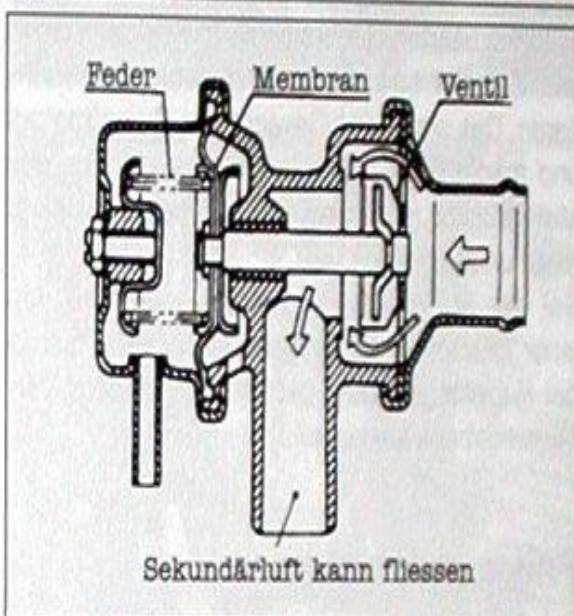
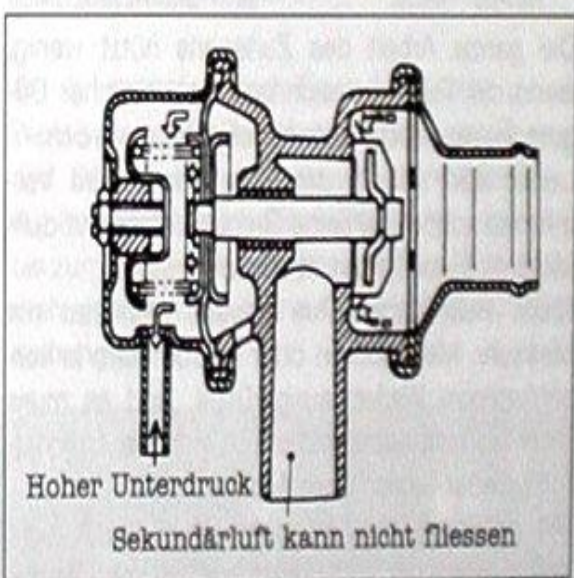

Bild 79
Bild 80
-  Bei niedrigem Unterdruck muss Luft durchströmen (Bild 79), ab 430 – 490 mm Hg darf keine Luft mehr strömen (Bild 80).